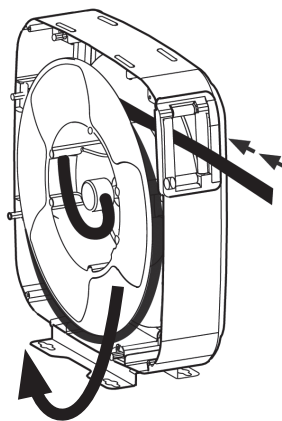

Fig.13
2. Wind the hanging hose into the reel (fig. 13).
2. Insérer le flexible sur un tour à l'intérieur du tambour par une flasque de l'enrouleur (fig. 13).
2. Introduzca una vuelta de la manguera, en el disco del enrollador (fig. 13).